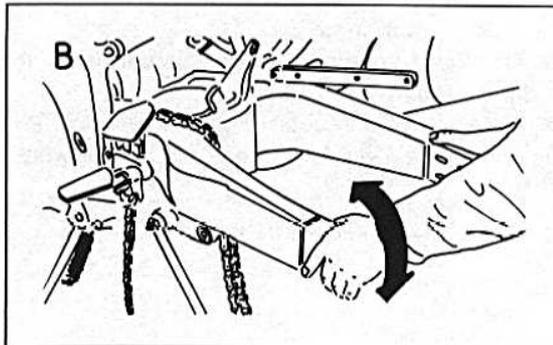

Bild 39
- Durch Auf- und Abbewegen der Hinterrad-schwinge das Spiel ermitteln (Bild 39).